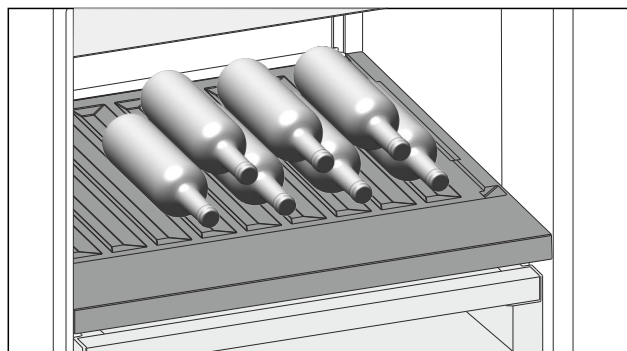

Fig. 227 Shembull ilustrues
- Shtrini shishet me fundin të drejtuar në faqen e pasme të frigoriferit. (shihni Fig. 227)